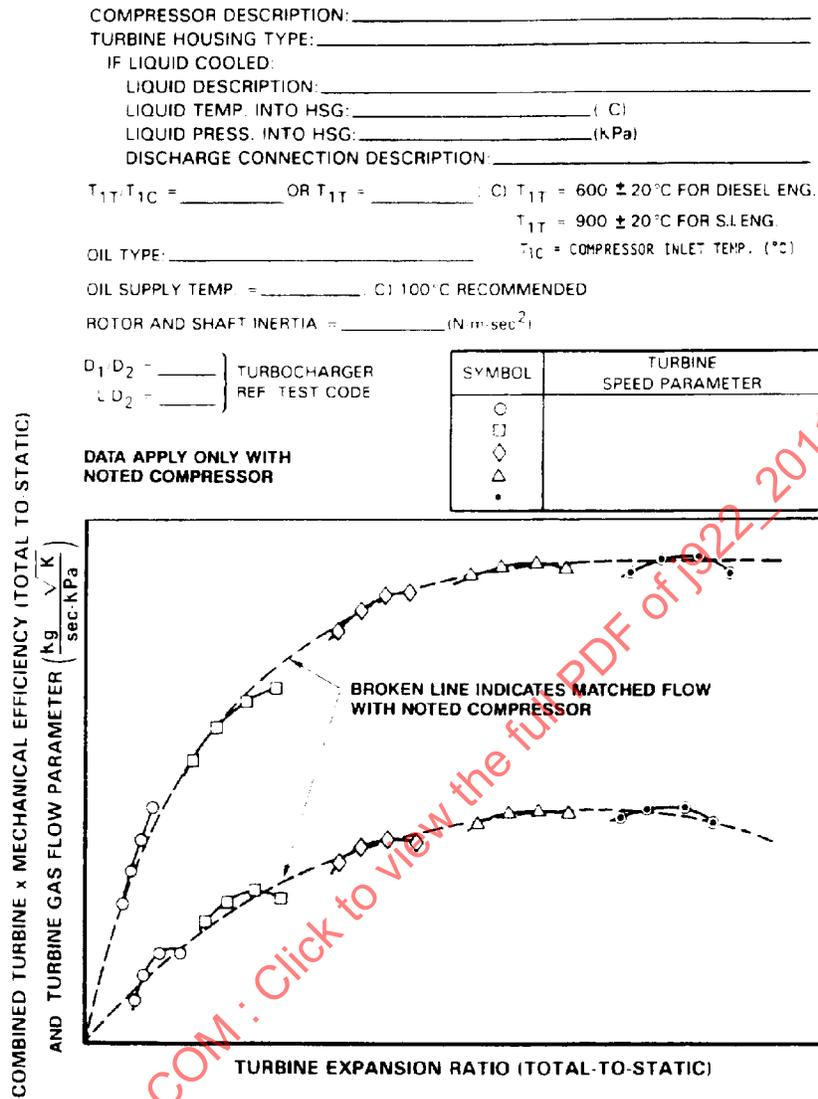

FIGURE 2—TYPICAL TURBOCHARGER TURBINE PERFORMANCE GRAPH
**5.3 Fixed Geometry Turbine**—(See Figure 2.).